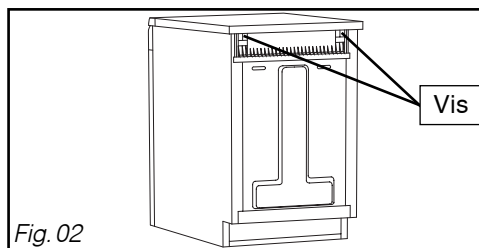

Fig. 02
- Démontez le plateau supérieur en dévissant les deux vis situées sous le rebord du plateau supérieur (Fig. 02).